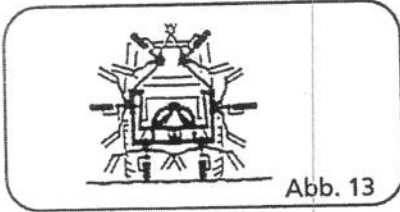

Abb. 13
1. Absenken auf den Boden (Abb. 13)